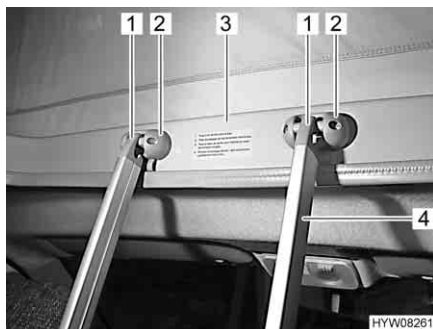

Fig. 49 Scaletta di accesso
Per accedere al letto sul tetto a soffietto utilizzare sempre la scaletta di accesso (Fig. 49,4) montata di serie.
- Agganciare la scaletta con i due archetti (Fig. 49,1) nelle graffe (Fig. 49,2) del telaio (Fig. 49,3) del tetto a soffietto.